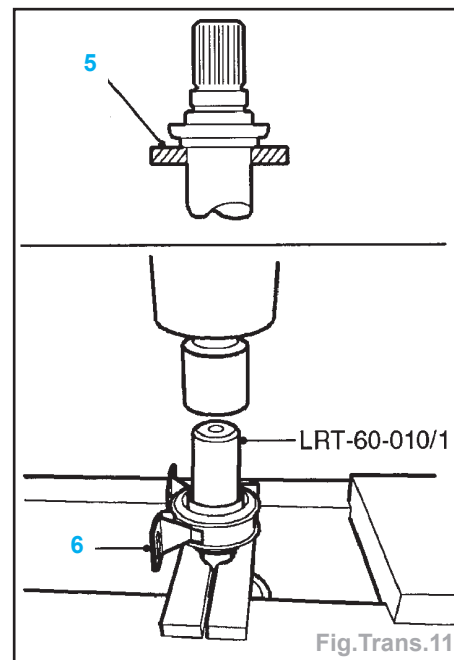

Fig.Trans.11
- Avec un aide, placer le visco-coupleur sur le banc d'une presse et placer des barreaux de presse sur la bague, comme illustré (Fig.Trans.11).
- Poser le roulement de soutien avant (6) sur le visco-coupleur.